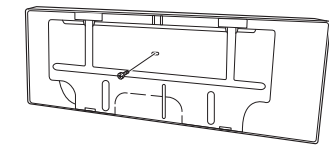

Fig. 3-31
- Retire e elimine o parafuso de fixação no painel de traseiro. (Fig. 3-31)